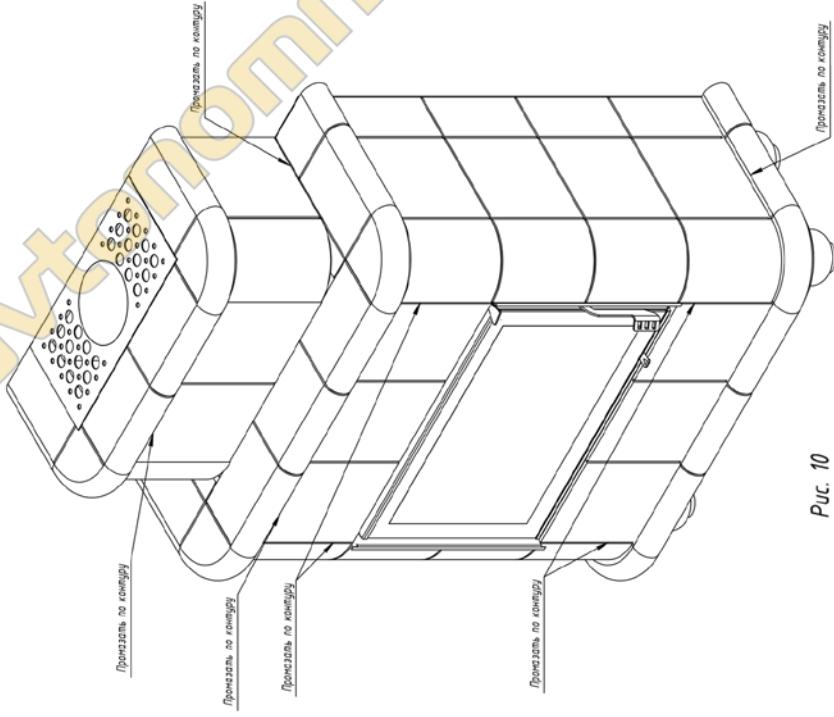

Рис. 10
12. Стыковочные русти (швы) в местах примыкания панелей (указанны на чертеже стрелками) промазать силиконовым термостойким герметиком, входящим в комплект поставки (Рис. 10)